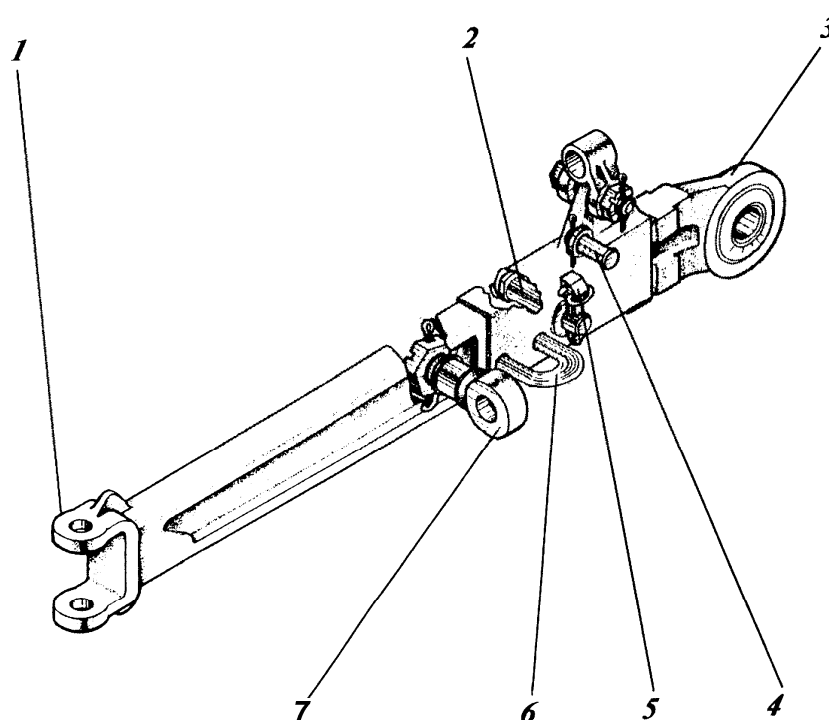

Рисунок 67 – Нижняя тяга навесного устройства:
Нижние тяги (правая и левая) имеют фиксируемые пальцами выдвижные головки, облегчающие присоединение орудий (рисунок 67).
- снять чеку 5 и вынуть палец 2 (рисунок 67) одной нижней тяги, выдвинуть головку 3 на необходимую величину, надеть шаровой шарнир на палец рамы орудия и зафиксировать его чекой (для облегчения соединения предусмотрена возможность покачивания головки в вертикальной плоскости; от рассоединения с корпусом в выдвинутом положении головка удерживается осью 4);